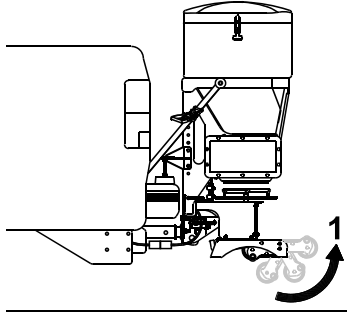

Figure 23
- Relevez les roues du pied de support en les faisant pivoter (Figure 23).